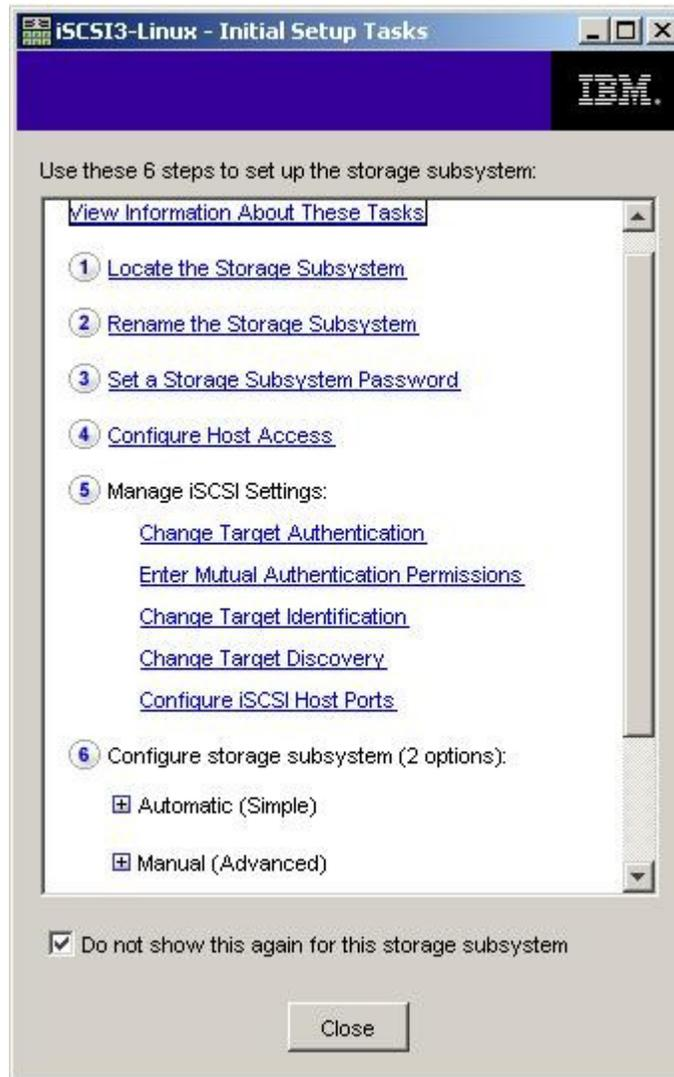

Figure 17. Fenêtre Initial Setup Tasks de la fenêtre Subsystem Management
3. Dans la page **Summary**, cliquez sur **Perform Initial Setup Tasks**. La fenêtre Initial Setup Tasks s'ouvre (voir la figure 17).